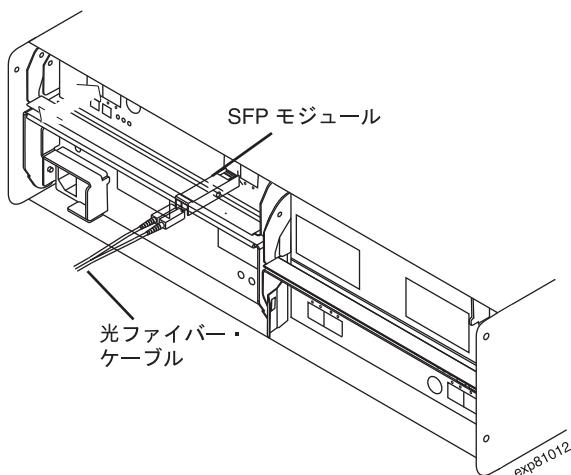

図 27. EXP395 への SFP モジュールの取り付けおよび LC-LC ケーブルの接続
3. 図 27 に示すように、EXP395 の背面にある SFP ポートに SFP モジュールを取り付け、LC-LC ケーブルのもう一方の端を SFP モジュールに接続します。